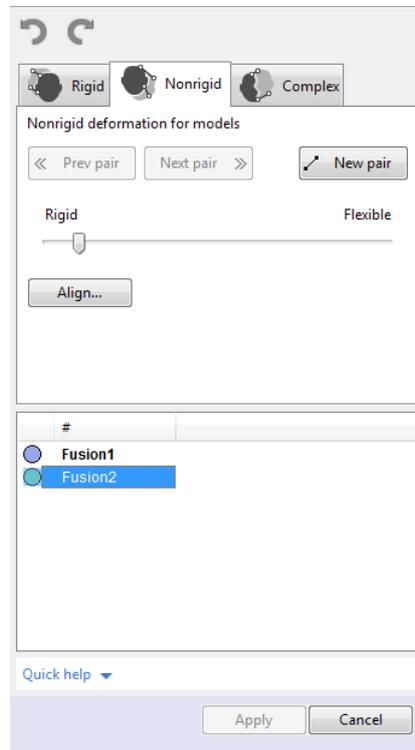

Abbildung 74: Bedienfeld *Ausrichten*: Tabulator *Nicht-starr*.
1. Sicherstellen, dass der Tabulator *Nicht-starr* selektiert ist (siehe Abb. 74).